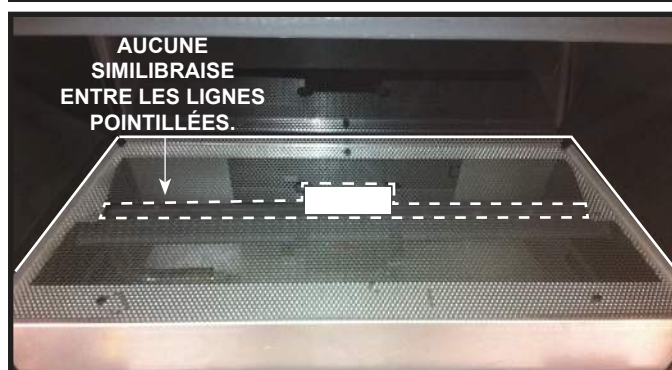

Figure 14.1. Emplacement du gabarit pour les similibraises
3. Enlevez le gabarit de placement des similibraises en enlevant une vis qui retient le gabarit sur le bouclier de la veilleuse. L'emplacement du gabarit est représenté par la ligne pointillée et le rectangle blanc à la Figure 14.1. Placez les similibraises de petite taille sur le dessus du bouclier de la veilleuse. Voir la Figure 14.3. Ne placez pas de similibraises devant l'assemblage de veilleuse.